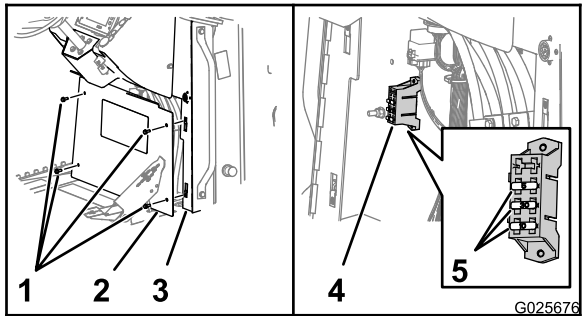

Figura 81
3. Retire los 4 pernos de cabeza hexagonal con arandela prensada (5/16 x 3/4 pulgada) que sujetan la tapa a la consola, y retire la tapa (Figura 81).
4. Localice el fusible fundido, y cámbielo por un fusible del mismo tipo y amperaje (Figura 81).
6. Alinee el taladro de la tapa con las tuercas de chapa de las pestañas de la consola (Figura 81).